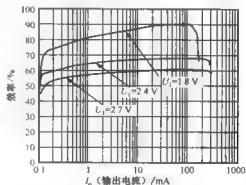

图 16-2 TPS60210 芯片电源效率曲线
- 在使用电池供电时，若要求较长的电池使用时间，需要优先考虑效率。无论是升压、降压、升/降压都可以选用 DC-DC 转换器。为获得较高的效率，此时需要参照 DC-DC 转换器芯片手册中的效率随负载电流变化曲线。TPS60210 芯片电源效率曲线如图 16-2 所示，可见，当输入电压为 1.8V，工作电流在 1~100mA 时，电源效率在 80% 以上，但是当输入电压为 2.7V 时，电源效率在 60% 左右。